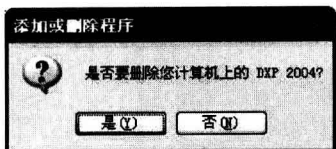

图 1.7 是否确认卸载的对话框
② 单击“删除”按钮进入如图 1.7 所示的是否确认卸载的对话框,询问用户是否真的要删除程序。